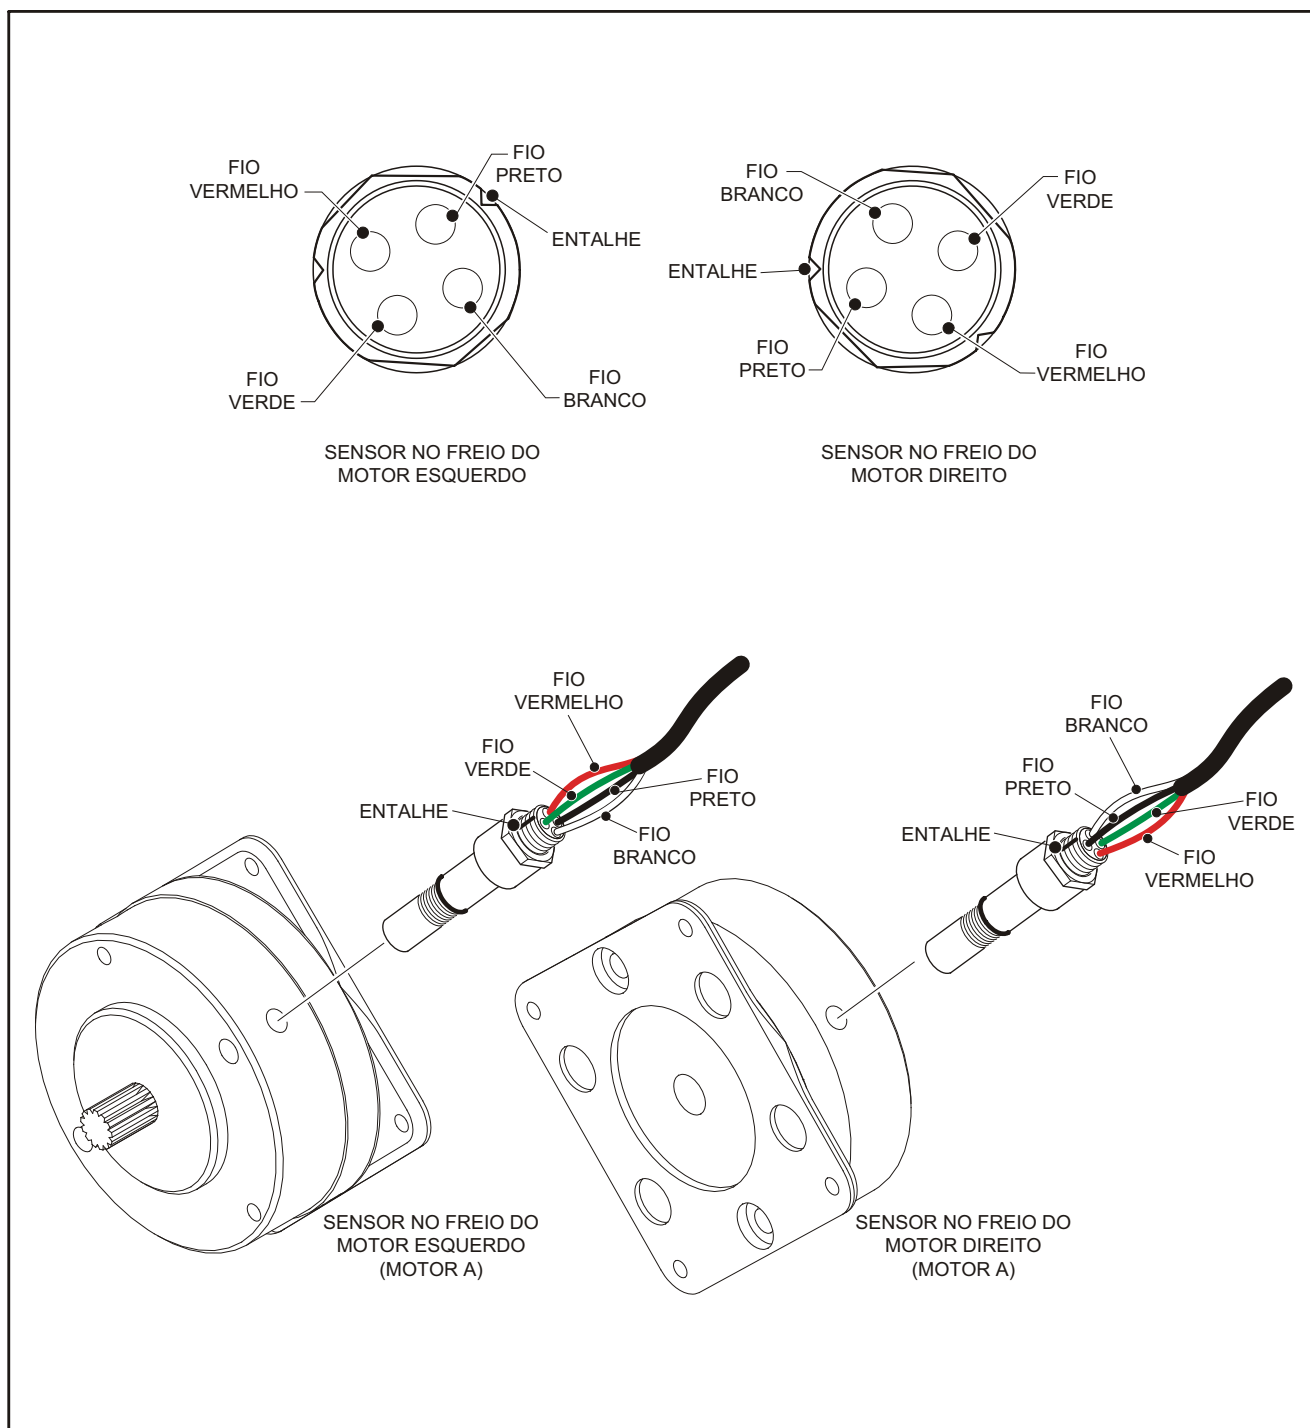

Figura 3-16. Orientação do sensor de velocidade
3. Volte 3/4 a 1 volta e alinhe os entalhes de acordo com o entalhe interno em cada sensor de velocidade. Se não houver entalhes, alinhe os fios do sensor de velocidade conforme mostrado na Figura 3-16., Orientação do sensor de velocidade.